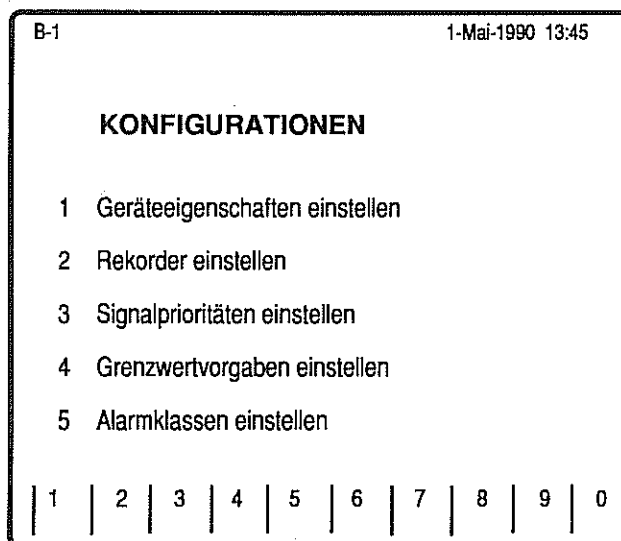

Bild 23
- * Mit der Taste **F1: voriges Menü** erhalten Sie wieder Bild 23, mit Taste **Menü** das Grund-Menü und das verlassen Sie wieder mit einer der Tasten **(2)...(9)**.